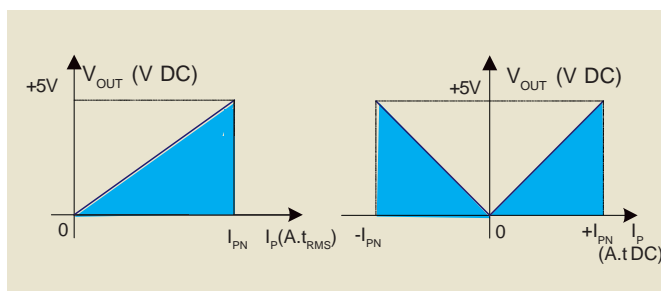

Bild 9: Ausgangsspannung (0...5 V_{DC}) als Funktion des Primärstroms für die HT... SRUD-Baureihe.
0...5 V_{DC} Echt-Effektiv-Spannungsausgang (Bild 9)